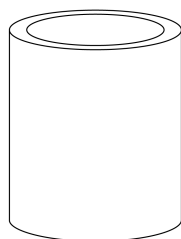

Figura 4: Accesorio de ajuste Qualcrimp
• **Accesorio de ajuste Qualcrimp (Figura 4)**